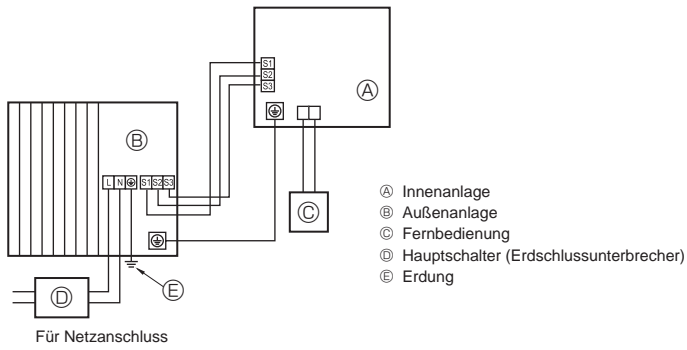
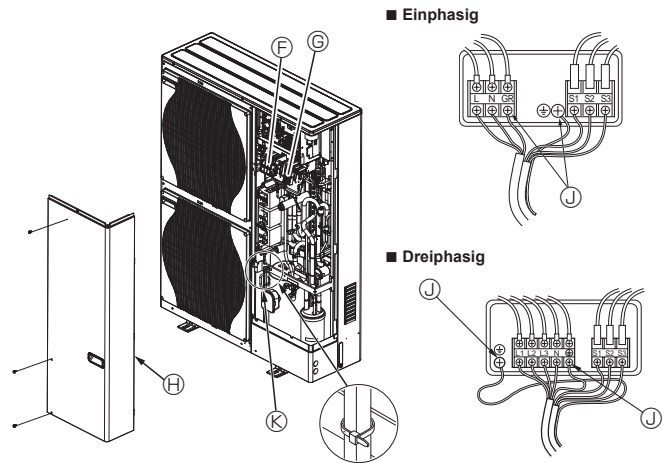

Fig. 5-1
Fig. 5-2
5.1. Außenanlage (Fig. 5-1, Fig. 5-2)
- ① Die Bedienungsplatte abnehmen.
- ② Die Kabel gemäß der Fig. 5-1 und der Fig. 5-2 verdrahten.